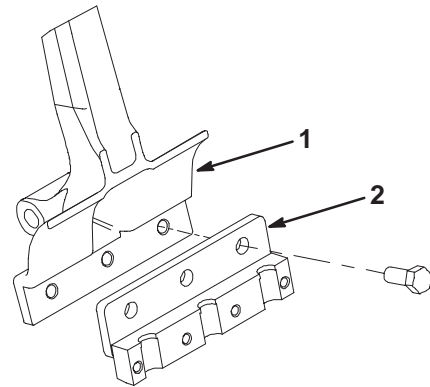

Bild 23
2. Befestigen Sie einen Stachelhalter mit drei 1/2 x 1-1/4 Zoll Kopfschrauben an jedem Stachelarm (Bild 23). Ziehen Sie die Kopfschrauben auf 102 Nm an.